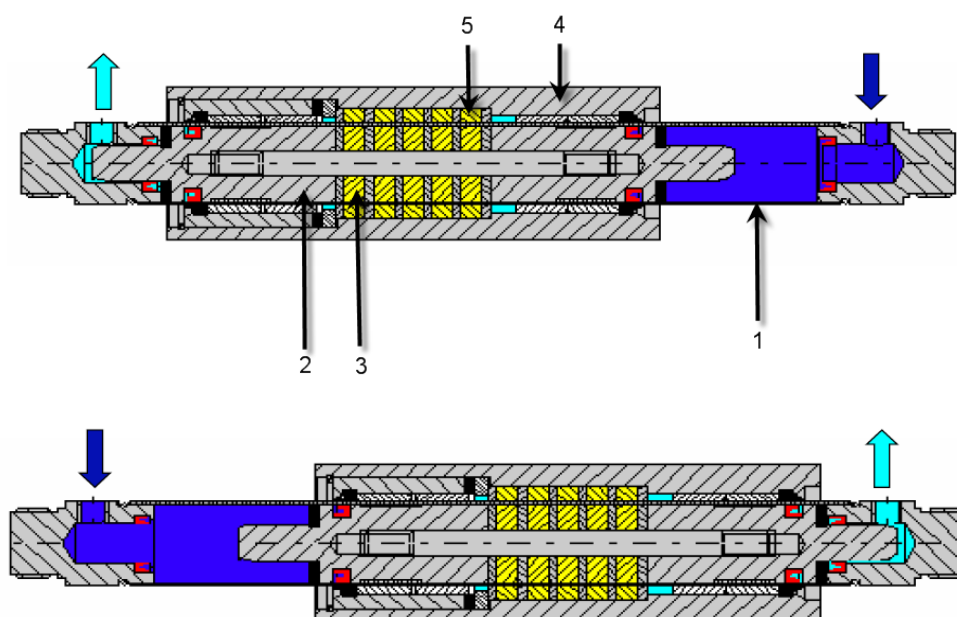

Fig. 19.
In deze constructie wordt de meenemer magnetisch gekoppeld aan de zuiger (Fig. 19). In een buis (1) is een zuiger (2) aangebracht. Deze zuiger is voorzien van ringmagneten (3). Over de buis loopt een meenemer (4) die eveneens van ringmagneten (5) is voorzien. Hierdoor worden meenemer en zuiger magnetisch met elkaar gekoppeld waardoor de meenemer steeds de verplaatsing van de zuiger volgt. Verplaatst de zuiger zich naar links dan zal de meenemer deze beweging dus volgen. Voordeel van deze constructie is dat er geen lekverliezen kunnen ontstaan door de buis vermits er geen mechanische verbinding bestaat tussen zuiger en meenemer. Nadeel van deze constructie is dat de magneten zich kunnen ontkoppelen waardoor de meenemer los komt te staan.